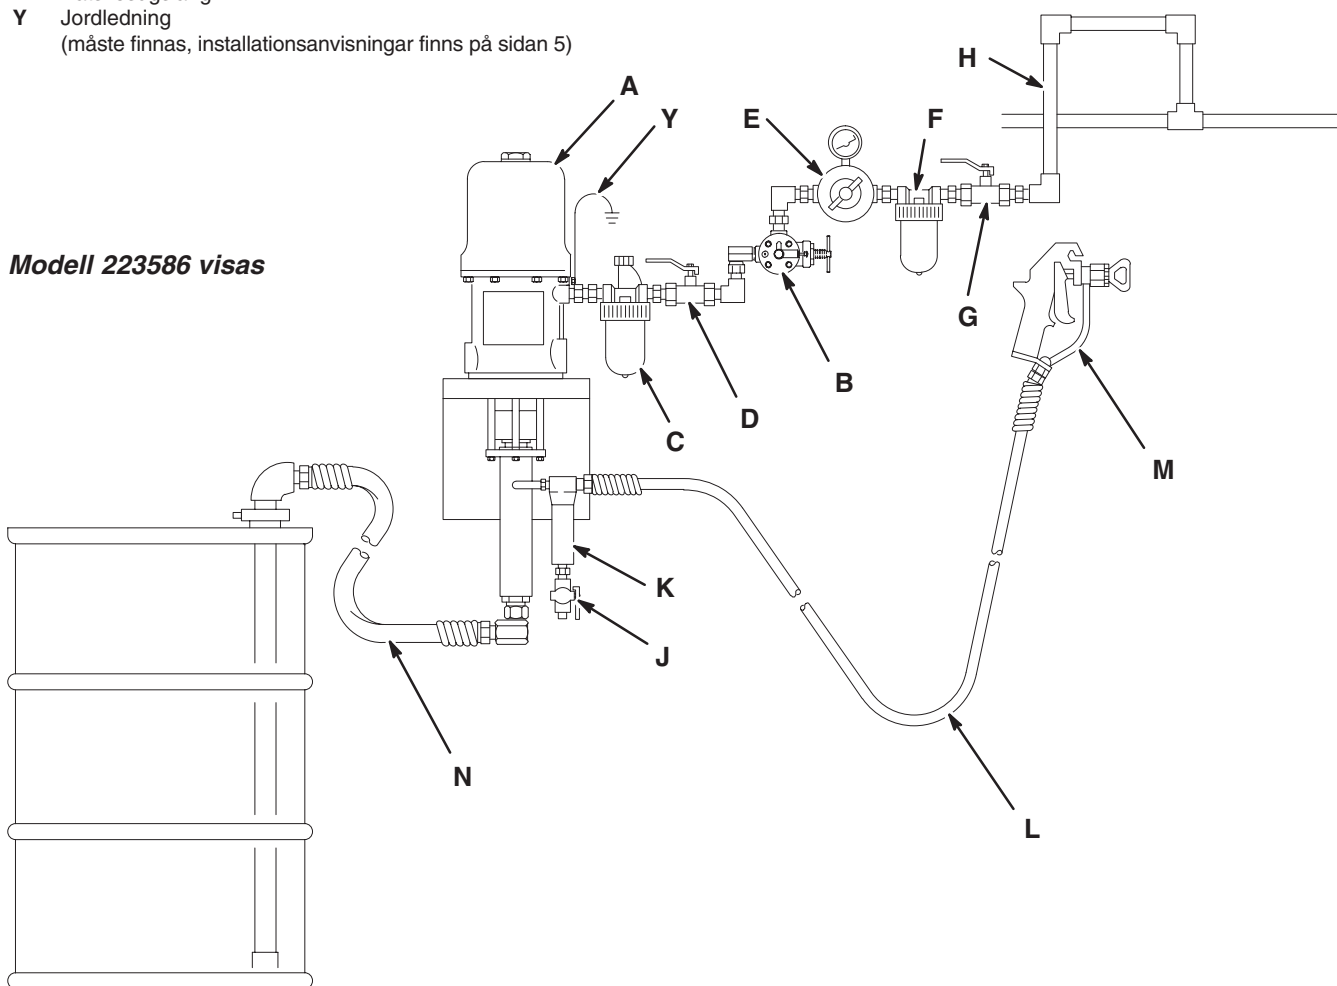

Fig. 2
Fig. 2 är enbart en vägledning vid val och installation av systemkomponenter och tillbehör. Kontakta din Graco-leverantör så får du hjälp med konstruktion av ett system som är anpassat till dina specifika behov.
Se skiss över exempelinstallation, (Fig. 2).
Montera följande tillbehör på plats enligt Fig. 2, med användning av adaptrar där så krävs:
- **En vätskedräneringskran (J)** måste finnas i systemet för tryckavlastning av slang och pistol, (se **VARNING** till vänster). Montera dräneringskranen så att den pekar nedåt men så att handtaget pekar uppåt när kranen öppnats.
- **Ett vätskefilter (K)** filtrerar skadliga partiklar ur vätskan.
- **En pistol (M)** avger vätskan. Pistolen i Fig. 2 är en högtryckssprutpistol.
2. Stäng den avluftande huvudluftkranen (D, måste finnas i systemet). Se Fig. 2.
Se Fig. 2 på sidan 7. Stäng luftregulatorn (E) och den avluftande huvudluftkranen (D). **Montera inte munstycket ännu!**
En säkerhetsventil (B) finns som stänger av luftmatningen till pumpen om hastigheten överskrider ett förinställt värde. Se Fig. 2 på sidan 7. Vänd er till er Graco-distributör för att få ytterligare information.